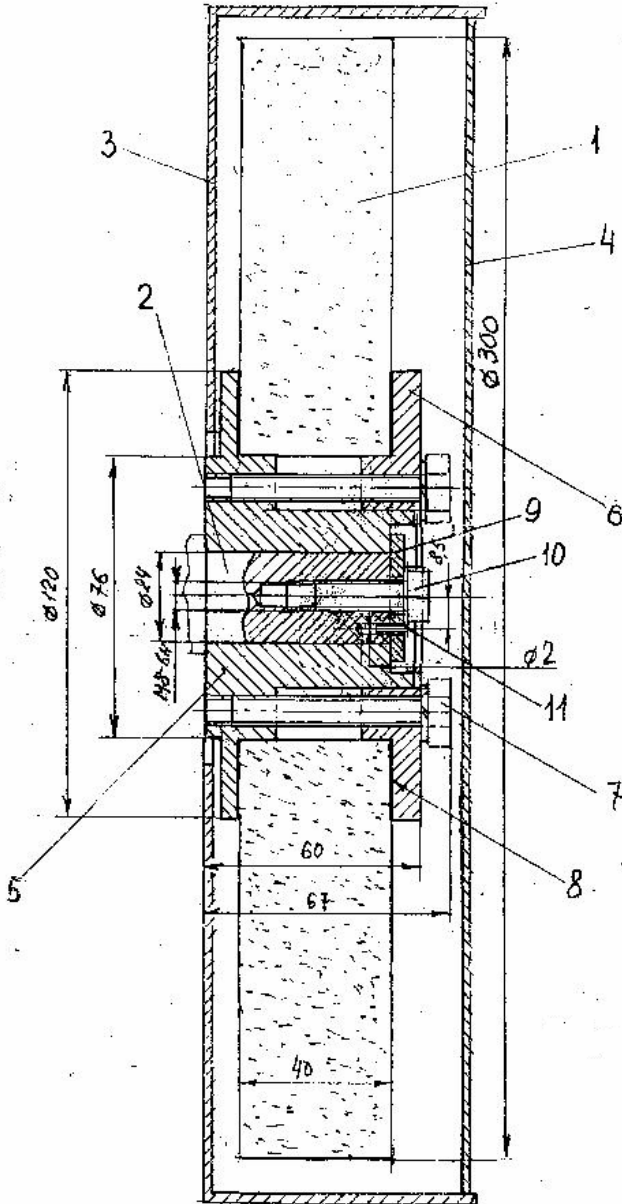

Рис.2
6.2. Электродвигатель 2 установлен на верхней плите станины 1. На выходных концах электродвигателя установлены шлифовальные круги 3. Крепление кругов – смотри на рис.2.
7.1 На рис.2 показана схема установки шлифовального круга 1 на валу 2 электродвигателя. Конкретные размеры деталей устройства определяются диаметром посадочного отверстия круга. В данном станке поставлено устройство под диаметр посадочного отверстия 76 мм.
11.1. Если на станке не установлены шлифовальные круги, то произвести их установку, отвернув болты 7 (рис.2), сняв фланец 6 и прокладку 8. Затем, установив круги, собрать все в обратном порядке.